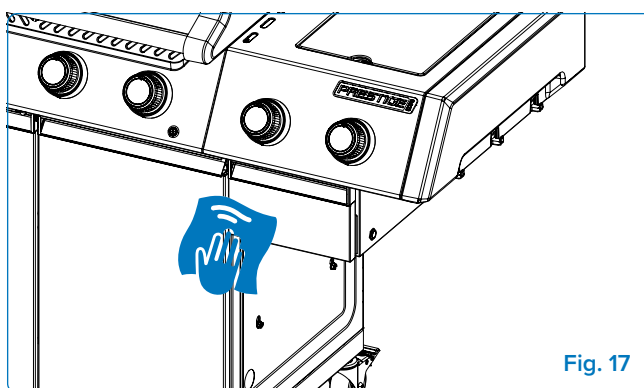

Fig. 17
7. **Essuyez la boîte du fumoir** – Nettoyez les surfaces intérieures et extérieures avec un mélange 50/50 d'eau tiède et de vinaigre de cidre à l'aide d'une éponge. Cela élimine la créosote. Utilisez une brosse métallique ou un tampon abrasif pour les accumulations tenaces. Évitez l'excès d'humidité près des parties électriques (**Fig. 17**).